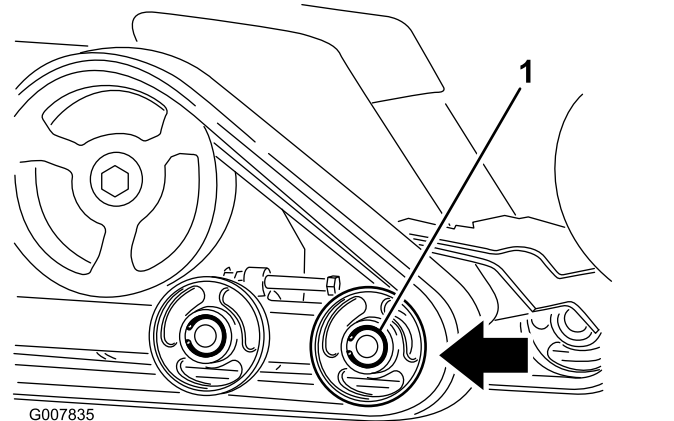

Figure 44
6. Poussez le galet de roulement avant aussi loin que possible vers l'arrière (Figure 44).
8. Lorsque la chenille est déchaussée, déposez-la de la machine (Figure 44).
9. Pour installer une chenille neuve, commencez par l'enrouler autour de la roue d'entraînement, en vérifiant que les crampons s'engagent correctement entre les entretoises sur la couronne (Figure 44).
10. Poussez la chenille sous et entre les galets de roulement arrière et central (Figure 44).